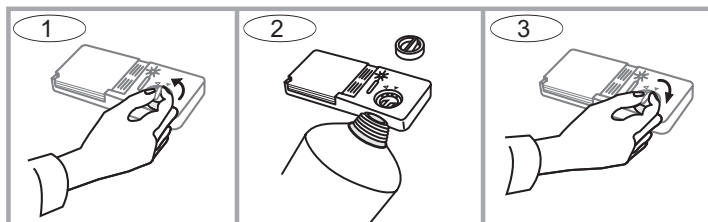

Рис. 6
- Чтобы открыть дозатор, поверните крышку влево (по стрелке на рис. 6, иллюстрация 1) и выньте ее.
- Поставьте крышку на место, совместив с меткой «открыто» и повернув ее вправо (по стрелке на рис. 6, иллюстрация 3).